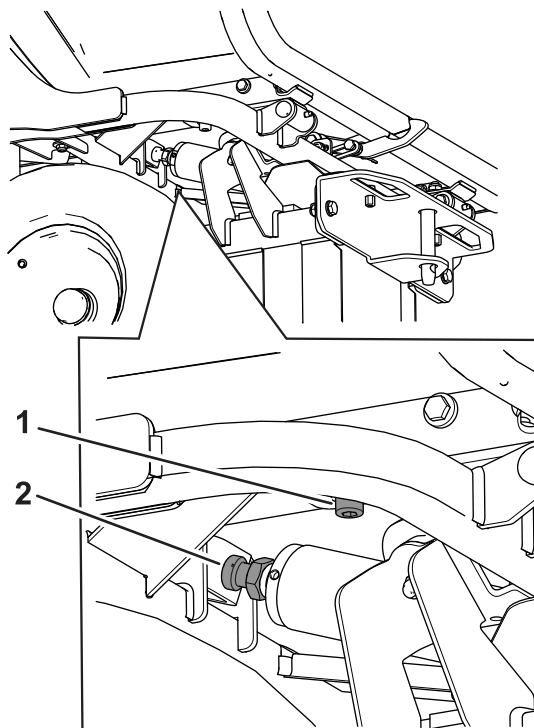

Figura 109
2. Si necesita obtener el movimiento deseado de la tolva, afloje la tuerca de seguridad en la parte superior de la varilla del cilindro hidráulico (Figura 109).